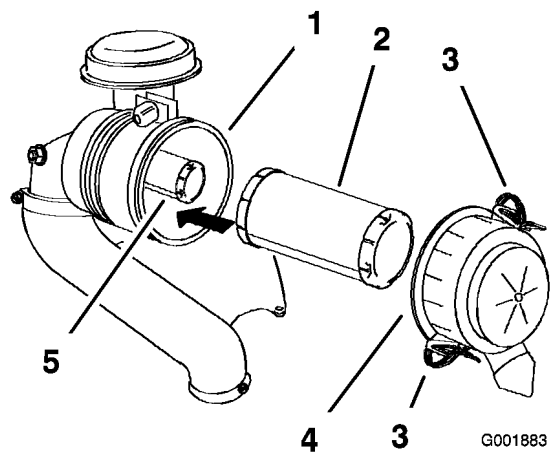

Figura 35
- Rilasciate i dispositivi di fermo del filtro dell'aria e togliete il coperchio dal corpo del filtro (Figura 35).
- Estraete con cautela il filtro primario dal corpo del filtro dell'aria (Figura 35).
2. Se sostituite il filtro di sicurezza, inseritelo con cautela nel corpo del filtro (Figura 35).
3. Montate con cautela il filtro primario sul filtro di sicurezza (Figura 35).
4. Montate il coperchio del filtro dell'aria con il lato contrassegnato **Up** (alto) rivolto in alto, quindi fissate i dispositivi di chiusura (Figura 35).